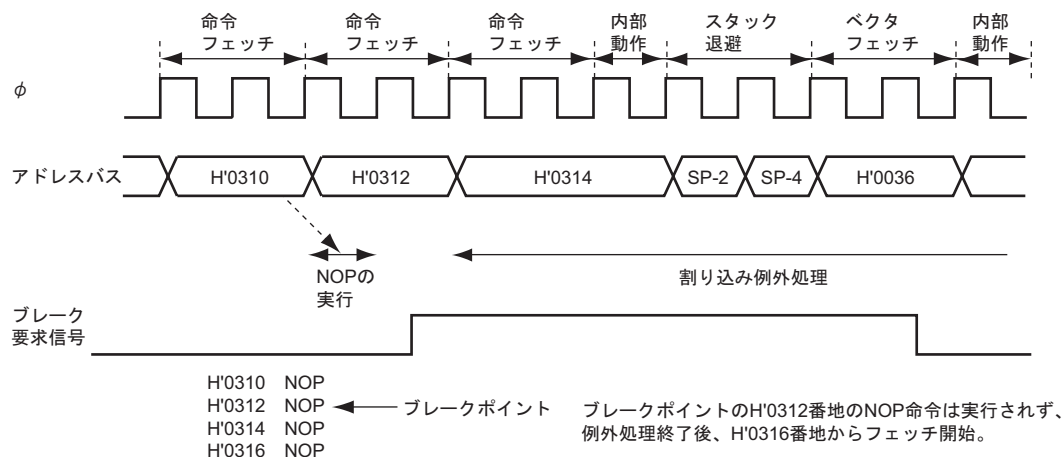

図 6.12 アドレスブレークタイミング例
3. アドレスブレーク割り込みは、内部プリフェッチ信号とアドレスの組み合わせにより発生しますので、設定したアドレスの命令および直前の命令内容、実行サイクルにより、割り込み例外処理の入るタイミングが異なります。図6.12にアドレスタイミング例を示します。